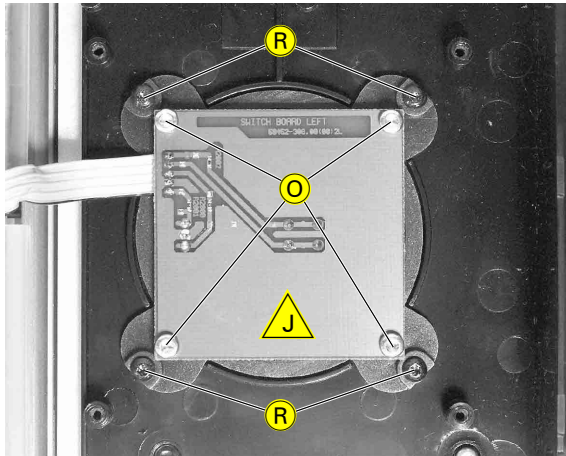

Fig. 7
- 4 Schrauben \textcircled{O} herausschrauben und Tastenplatte herausnehmen (Fig. 7).
- 4 Schrauben \textcircled{R} herausschrauben und Tasten herausnehmen (Fig. 7).
- Undo 4 screws \textcircled{O} and remove the Switch Board (Fig. 7).
- Undo 4 screws \textcircled{R} and remove the buttons (Fig. 7).